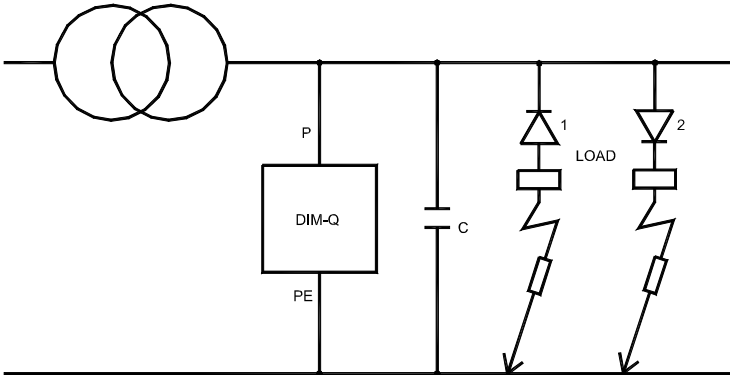

Abbildung 4
Wird eine DC-Spannung vor Erreichen des Alarmgrenzwertes festgestellt, blinkt die LED +FAULT oder -FAULT und zeigt damit an, daß es eine DC-Komponente höher als 50V DC zwischen dem Netz und der Erdung (PE) gibt und der Isolationsfehler unter dem Alarmgrenzwert liegt. Abbildung 4 auf der nächsten Seite zeigt eine Anwendung, bei der eine DC-Spannung zwischen dem P- und dem PE-Eingang des DIM-Q eintreten kann.